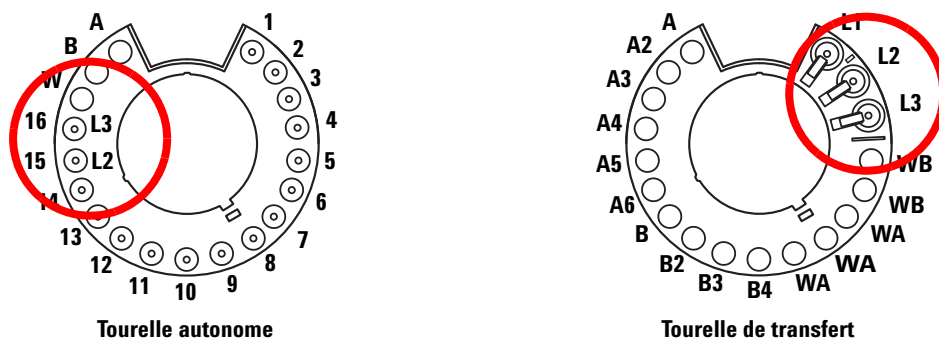

Figure 57 Positions des flacons pour les injections sandwich
Lors du chargement des flacons pour des injections sandwich, le niveau 2 (L1) peut être placé dans n'importe quelle position 1-14 de la tourelle autonome, ou dans n'importe quelle position 1-150 du porte-échantillons en cas d'utilisation d'une tourelle de transfert avec le porte-échantillons. Les flacons des niveaux 2 (L2) et 3 (L3) doivent être placés respectivement dans les positions **L2** et **L3** de la tourelle (Figure 57).
- 3 Placez le flacon de solvant B (L3) dans la position **L3** de la tourelle. Reportez-vous à la section Figure 57 page 192 pour de plus amples informations concernant les positions de la tourelle.